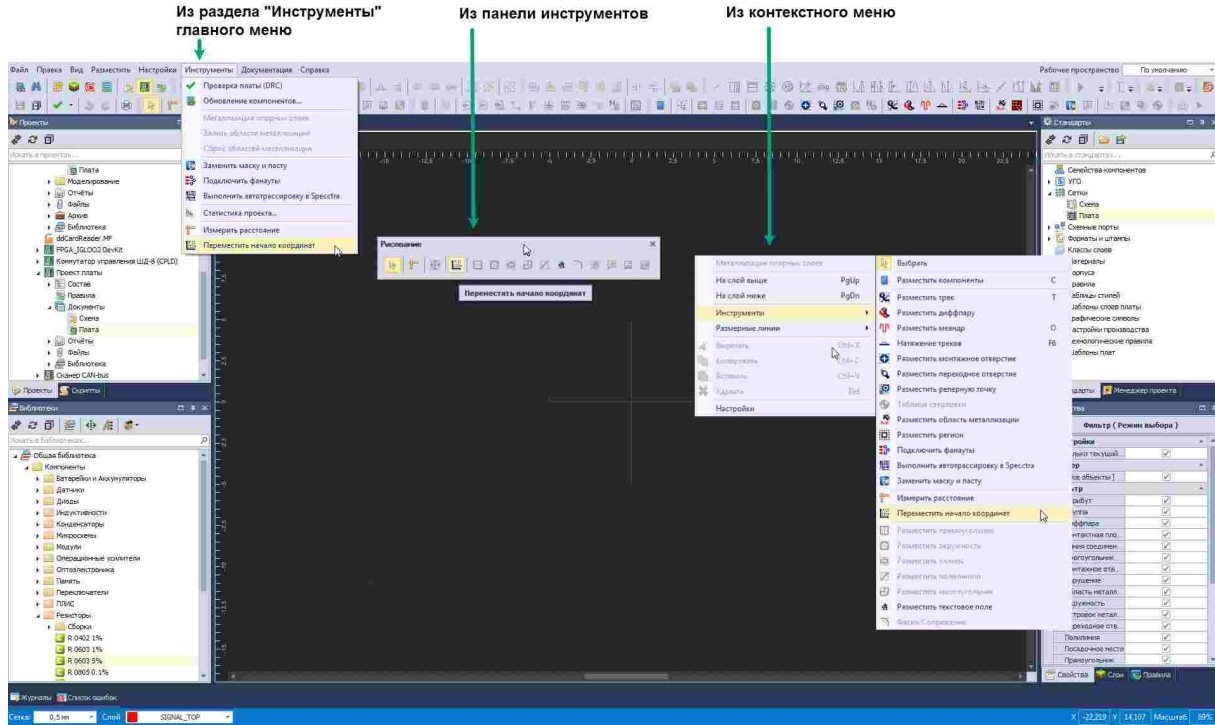

Рис. 33 Выбор инструмента «Переместить начало координат»
1. Активировать инструмент «Переместить начало координат», который обозначается значком  на панели инструментов «Рисование», также данный инструмент можно вызвать из раздела «Инструменты» главного меню и из группы «Инструменты» контекстного меню, см. Рис. 33.